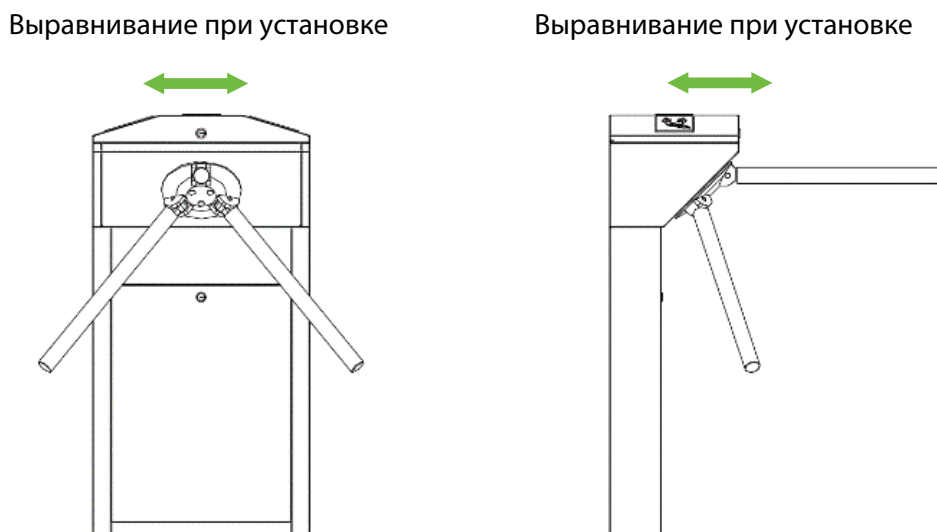

Рис. 3-5
3. Установите турникет на монтажную панель и затяните винты. Нанесите клей для фиксации винтов перед использованием и наденьте прокладки на винты, чтобы отрегулировать направление турникета. Если турникет-трипод не выровнен, можно установить прокладки для регулировки, как показано на Рис. 3-5.